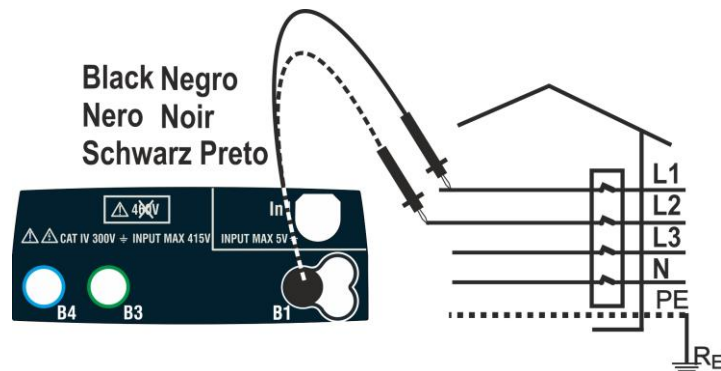
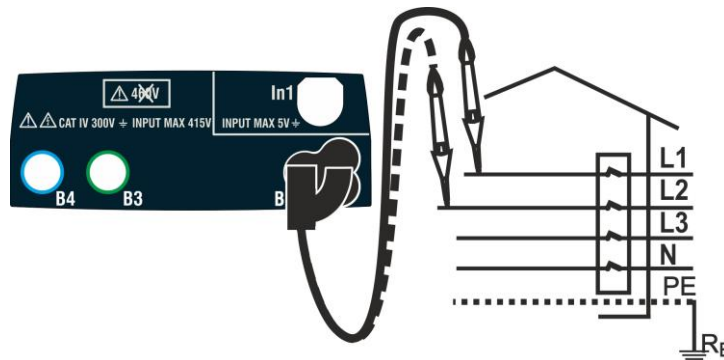

Fig. 35: Controllo sequenza fasi con cavo di misura
Fig. 36: Controllo sequenza fasi con puntale remoto
2. Inserire il connettore del cavo nero nel corrispondente cavo di ingresso B1 dello strumento. In alternativa, utilizzare il singolo cavo e applicare la relativa clip a coccodrillo all'estremità libera del cavo. È anche possibile utilizzare il puntale remoto inserendo il suo connettore multipolare nel cavo di ingresso B1. Collegare i morsetti a coccodrillo o il puntale remoto alla rete elettrica in base alle Fig. 35 o Fig. 36
5. In queste condizioni, collegare il terminale a coccodrillo, o il puntale remoto alla fase L2 come mostrato nelle Fig. 35 o Fig. 36.